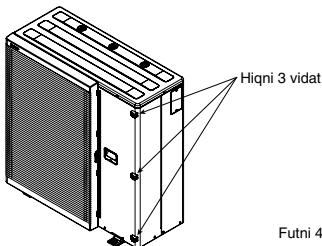

Fig. 6-1
- Hiqni 3 vidhat e fiksuar në pllakën e përparme të kabinetit. (Fig. 6-1)